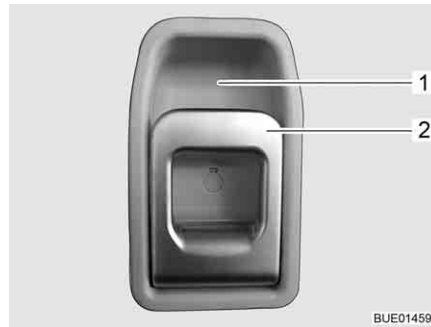

Fig. 58 Serrure de la porte cellule, à l'intérieur
- Tirer sur la poignée (Fig. 58,2). La serrure de la porte est déverrouillée.
- Appuyer sur la poignée (Fig. 58,2) en haut en direction de l'évidement (Fig. 58,1) dans lequel elle repose.